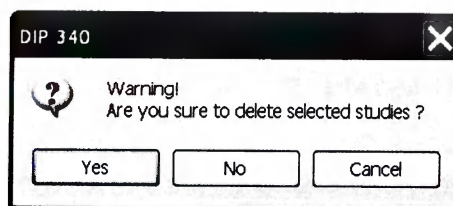

Рисунок 183
- подтвердите удаление, кликнув **Да** в окне подтверждения (см. рисунок 183).